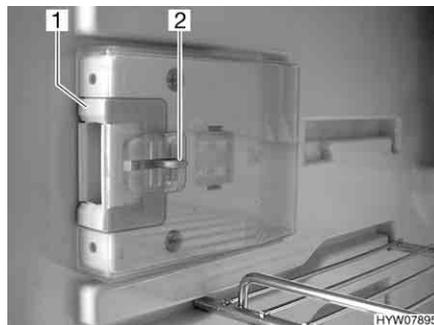
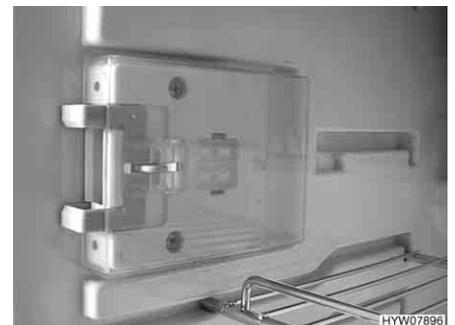

Bild 239 Verschlusseinrichtung in Normalstellung
Bild 240 Verschlusseinrichtung in Lüftungsstellung
- Die Entriegelung (Bild 239,2) eindrücken.
- Die Verschlusseinrichtung (Bild 239,1) nach vorn schieben (Bild 240).